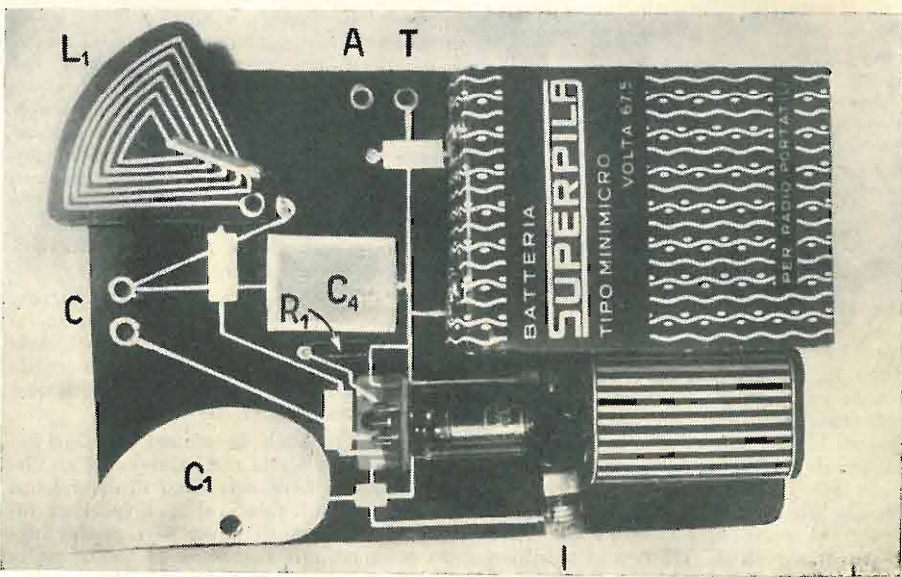
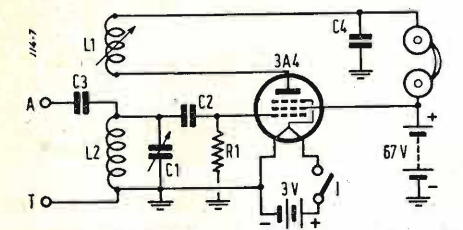

Fig. 5. - Apparecchio a reazione per onde corte realizzato con circuito dipinto.
Fig. 6. - Schema elettrico del ricevitore di fig. 5.
In fig. 5 è riportato un altro semplice circuito realizzato con circuito dipinto; in fig. 6 ne è riportato lo schema. Da un primo esame si vede che le batterie sono state collocate direttamente su un pannello (di cartone bachelizzato) e i relativi morsetti fanno capo al circuito senza alcun filo, ma semplicemente mediante tratti di vernice conduttrice; l'interruzione della tensione di filamento (3 V, batteria Burgess n. 422) viene effettuata mediante un interruttore a vite I facilmente realizzabile e posto sul lato positivo; anche lo zoccolo della valvola (3A4) è autocostruito mediante una lastrina di materiale plastico piegato a squadra e nel quale sono stati praticati i sette fori corrispondenti ai piedini del tubo; un tratto di vernice conduttrice collega questi piedini con il resto del circuito. Le intersezioni fra i vari conduttori sono state realizzate con l'usuale sistema del ponte di materiale isolante e sono visibili in figura nel numero di quattro. I rivetti contrassegnati A e T sono quelli relativi alle prese di antenna e terra; il primo è collegato al condensatore C₃, alla bobina L₂ e al condensatore C₂ superiormente al pannello e pertanto non sono visibili; è invece visibile la resistenza R₁ (che abbiamo delimitato con due linee bianche per renderla più evidente). Il rivetto corrispondente alla presa di terra (T) fa capo al polo negativo della batteria anodica e della batteria di filamento, oltre che al condensatore C₄,
I rivetti contrassegnati con la lettera C sono quelli relativi all'attacco della cuffia e uno di essi fa capo all'induttore variabile L₁ che regola il grado di reazione trovandosi la bobina L₂ sotto a questo, ma dal lato opposto del pannello; un sottile filo metallico avvolto a spirale (l'unico in tutto il circuito) garantisce la necessaria mobilità del settore di bachelite su cui è dipinta la bobina L₁. Dallo schema riportato in fig. 6 si vede come l'apparecchio della figura precedente sia un monovalvolare a reazione per audizione in cuffia; l'inconveniente principale di questo circuito è la grande dispersione delle bobine e la loro notevole influenzabilità ad opera di agenti esterni; per tale fatto la regolazione della reazione è difficoltosa a meno